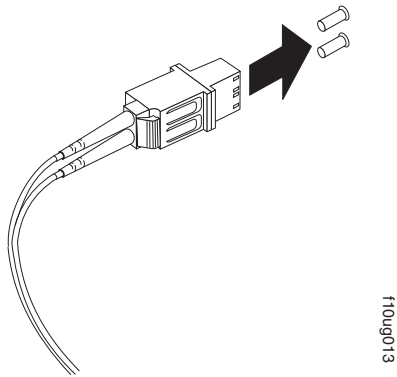

図 32. LC-SC ケーブル・アダプターの保護キャップの取り外し
3. 72 ページの図 32 に示されているように、LC-SC ケーブル・アダプターの LC コネクター側の端から 2 つの保護キャップを取り外します。将来の利用のために、保護キャップを保存しておきます。